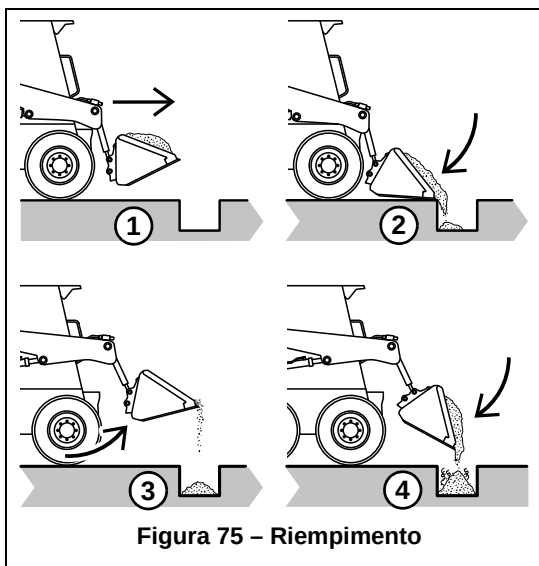

Figura 75 – Riempimento
1. (Figura 75) Abbassare la benna a qualche centimetro da terra. Avanzare lentamente finché il bordo anteriore della benna non si trovi a metà della buca o del terrapieno.